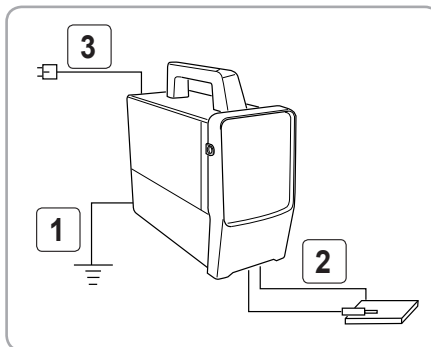

Fig.6
- În spatele mașinii există un șurub pentru legare la pământ, care este marcat corespunzător. Partea exterioară trebuie conectată corect printr-un cablu cu secțiune de 10 mm². Fig. 6 (1)
- Asigurați-vă că port electrodul și cablul de legare la pământ (cablurile secundare) sunt bine conectate la fișele mobile, pentru a evita arderea acestora din urmă. Fig. 6 (2)
- După ce ați introdus ștecherul în priză, Fig. 6 (3) asigurați-vă că acestea au fost cuplate corect; în caz contrar acestea se vor supraîncălzi dacă se lucrează cu ele o perioadă mai lungă de timp și dacă valorile curentului sunt ridicate. Acest lucru este foarte important.